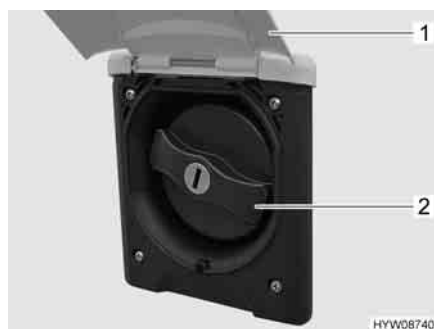

Fig. 154 Coperchio per bocchettone di riempimento dell'acqua potabile
- Sollevare lo sportello esterno (Fig. 154,1).
- Ruotare il coperchio blu (Fig. 154,2) di un quarto di giro.